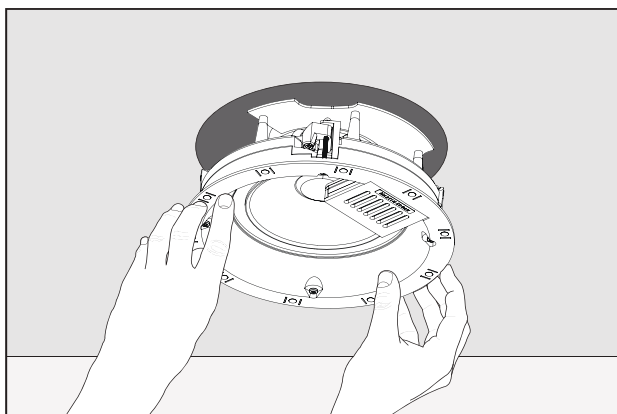

Fig. 5c
9. アセンブリーを天井または壁の穴にゆっくりと押し込みます。(Figs. 5c & 6c).